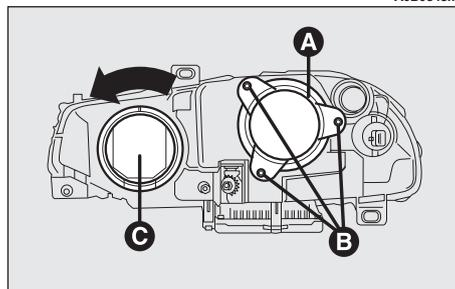
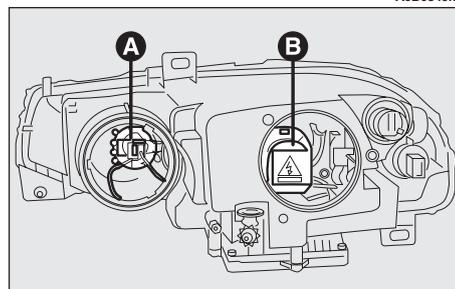
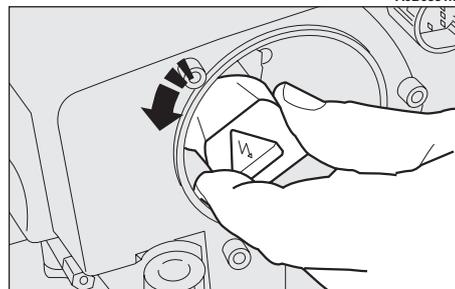

Abb. 23
Abb. 24
Abb. 25
– Die drei Befestigungsschrauben (B, Abb. 23) lösen und den Schutzdeckel (A) entfernen.
– Den Steckverbinder (B, Abb. 24) der Xenonlampe um eine Vierteldrehung entgegen dem Uhrzeigersinn drehen, wie in Abb. 25 gezeigt, und dann ausziehen.
- Den Schutzdeckel (**A, Abb. 23**) in korrekter Weise wieder aufsetzen.
- Den Schutzdeckel (**C, Abb. 23**) für Zugang zur Glühlampe des Fernlichts (**A, Abb. 24**) entgegen dem Uhrzeigersinn drehen.
- Den Schutzdeckel in korrekter Weise (**C, Abb. 23**) wieder aufsetzen.
- Den Schutzdeckel (**C, Abb. 23**) für Zugang zur Lampe des Standlichts entgegen dem Uhrzeigersinn drehen.
- Den Schutzdeckel (**C, Abb. 23**) korrekt montieren.